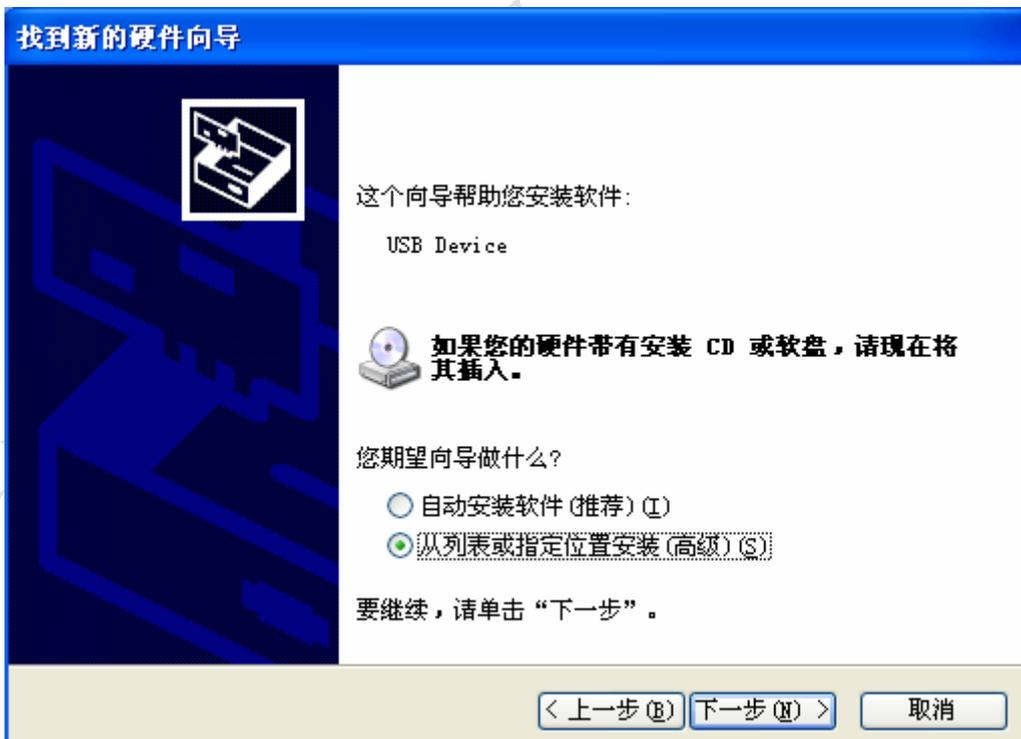

图 3
4. 根据硬件安装向导来安装USB驱动，选择“从列表或指定位置安装（高级）”，如图3所示。